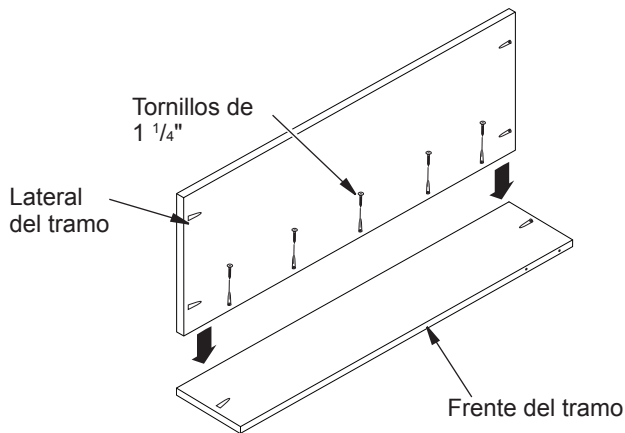

Figura 1 - Ensamblaje de los tramos
1. Algunos modelos requieren un montaje lateral o en esquina. Para estos modelos, ponga la parte delantera del tramo encima de un paño suave sobre el piso. Coloque el tramo tal como se muestra en la figura 1. Alinee la parte inferior y sujételo introduciendo tornillos de 1 1/4" a través de los orificios angulares. Repita la operación en el otro extremo.